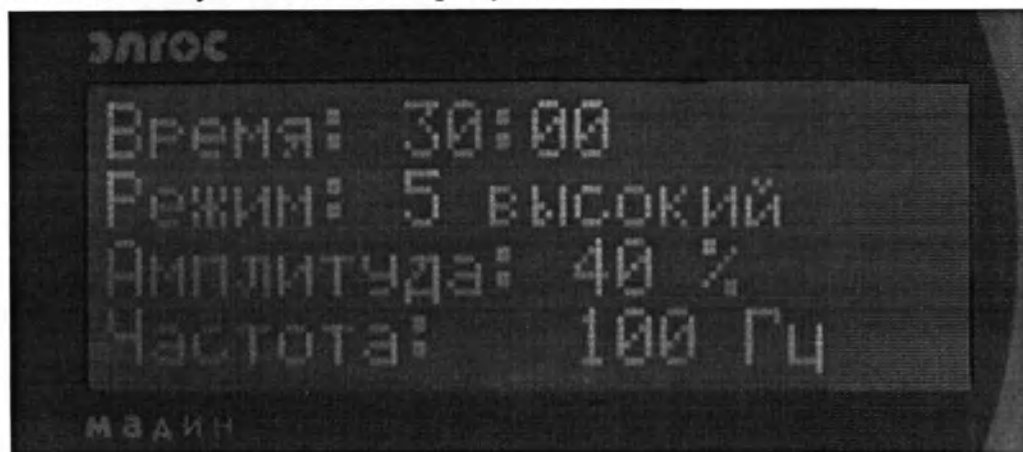

Рисунок 10 – Графическая индикаторная панель аппаратов
4.4.5 На задней панели аппаратов расположен разъем для подключения питания сети. К разъему подключается сетевой кабель и аппараты включаются с помощью переключателя «Вкл/Выкл». После подключения сетевого кабеля в сеть загорается индикатор «Сеть» на передней панели. С помощью переключателя «Вкл/Выкл» аппарат включается, загорается графический индикатор, далее микропроцессор проводит самотестирование аппарата (появляется заставка) и аппарат переходит в режим ожидания - на дисплее высветятся базовые заводские установки, см. рисунок 10.
4.4.7 Рабочий режим – это основной режим работы аппаратов, в данном режиме на графическом индикаторе отображаются параметры и счетчик времени при включении процедуры массажа (см.рисунок 10).